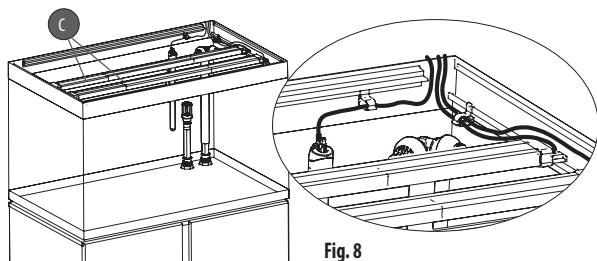

Fig. 8
1. Posizionare attentamente le unità di illuminazione a LED (C) sulle guide del profilo superiore, nelle loro posizioni finali.
2. Estrarre i cavi della barra LED dall'acquario (Fig. 8).